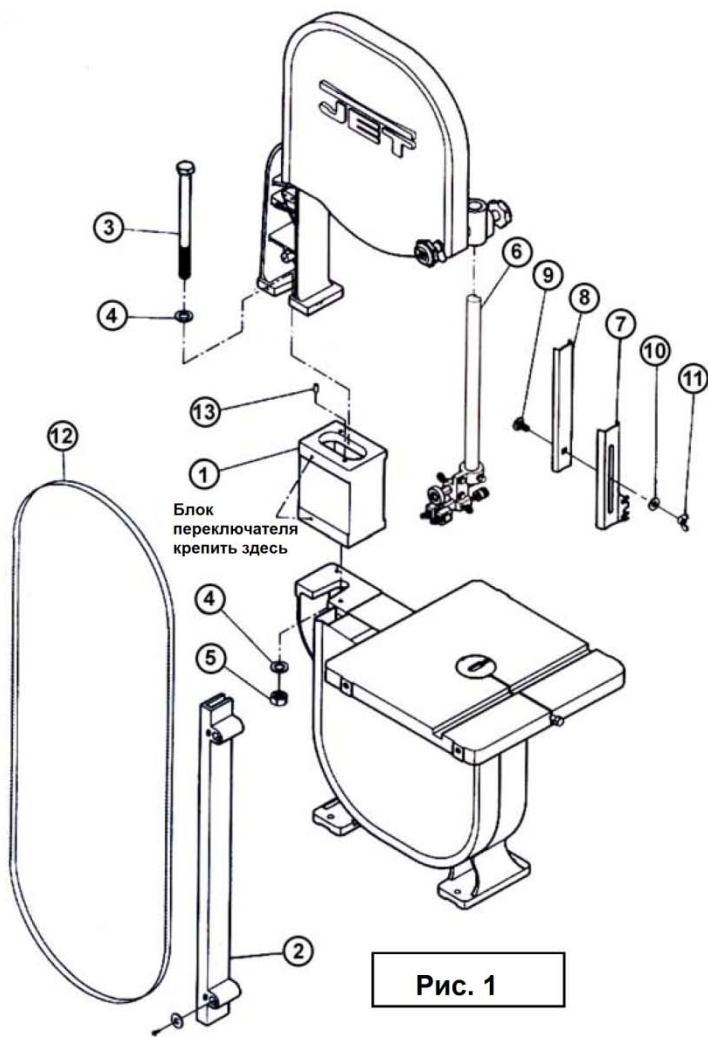

Рис. 1
9. Установите новый узел защиты полотна (№2, Рис. 1) на пильную раму и корпус станка.
16. Закрепите узел защиты пильного полотна (№№ 7-11, Рис. 1) на верхнем кронштейне защиты пильного полотна. **Примечание:** при изменении высоты направляющей стойки всегда подстраивайте положение защиты пильного полотна так, чтобы она закрывало полотно полностью.